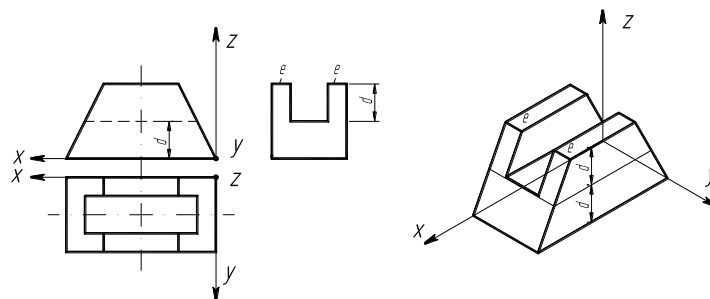

Рис. 9. Чертёж и изометрия предмета с продольным пазом.
3.3. Выполним продольный вырез (паз) на высоту  $d$  (Рис. 9).